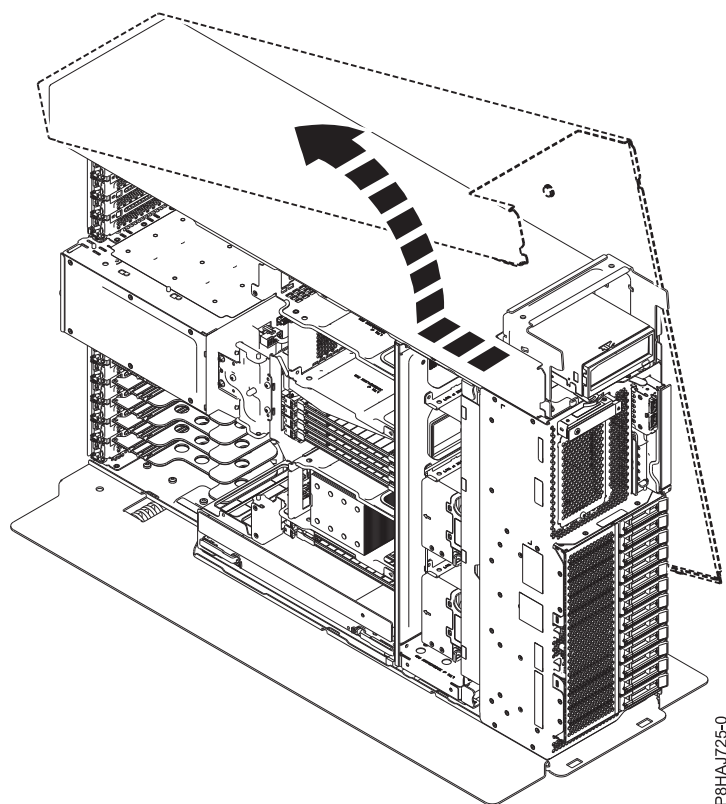

Figura 20. Extracció de la coberta lateral model 8286-41A
5. Feu lliscar la coberta lateral fins que surti del sistema en la direcció que es mostra a la Figura 20.